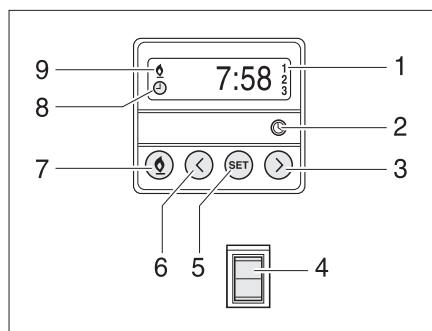

Fig. 217 Unidad de mando para la calefacción auxiliar
- Pulsar la tecla (Fig. 217,7). El funcionamiento de la calefacción se indica con el símbolo (Fig. 217,9). El ventilador apenas se conecta con una temperatura del agua de refrigeración de 30 °C.
- Pulsar la tecla (Fig. 217,7). Se apaga el símbolo (Fig. 217,9).
- Pulsar el interruptor (Fig. 217,4) por abajo. Se precalienta el motor. El ventilador se conecta inmediatamente.
- Pulsar el interruptor (Fig. 217,4) por arriba. El motor permanece frío.
- Pulsar la tecla (Fig. 217,2). El ajuste de la hora se indica con el símbolo (Fig. 217,8).
- Ajustar la hora con las teclas (Fig. 217,3 y 6).
- Pulsar la tecla (Fig. 217,5).
- Ajustar en 10 segundos el tiempo de conexión con las teclas (Fig. 217,3 y 6).
- Pulsar la tecla (Fig. 217,5) tantas veces como sea necesario hasta que aparezca en el display el número de programación (Fig. 217,1).